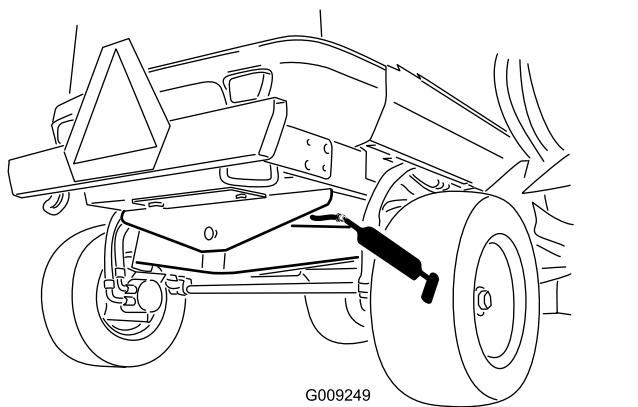

Figure 71
- 1 bague de pivot d'essieu arrière (Figure 71)